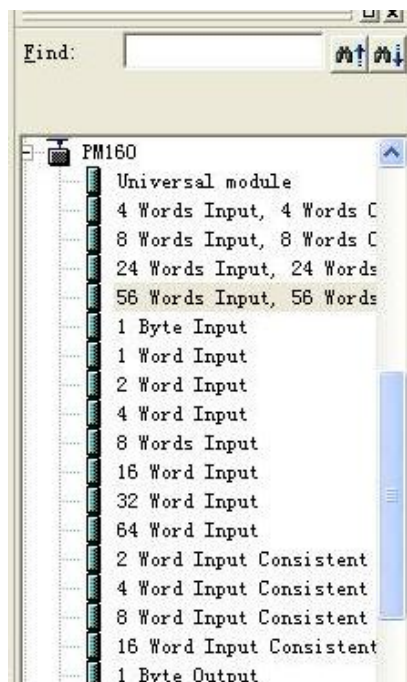

图 6
6. 您可以在这里找到您注册的设备，右侧窗口/PROFIBUS DP/Additional Field Devices/Converter/PM-160/, 如图 6 所示